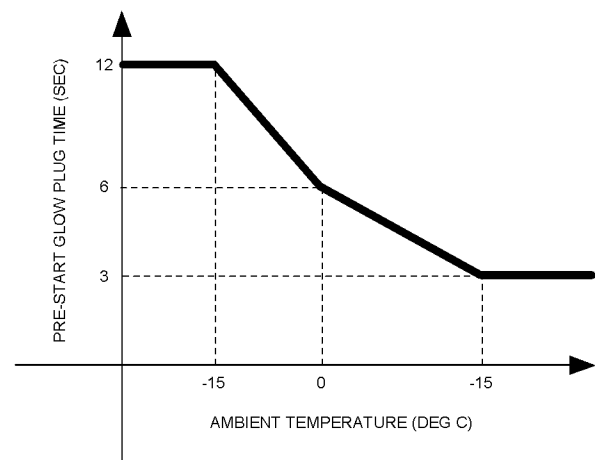

Abbildung 29
2. Den Motorstartschalter in die Stellung HEAT (VORWÄRMEN) drehen. Den Motorstartschalter in der Stellung HEAT (VORWÄRMEN) halten, die in der Abbildung 29 dargestellt ist. Dadurch werden die Glühkerzen eingeschaltet, und der Motor lässt sich leichter starten.